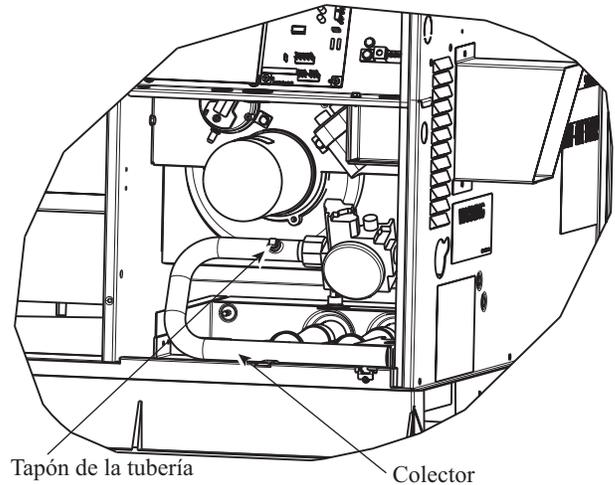

Fig. 11 – Conjunto del quemador
2. Retire el tapón de la tubería del múltiple (consulte la Fig. 11) y conecte el manómetro. Active el suministro de gas de la unidad.
4. Desactive todo el suministro de gas de la unidad. Quite el manómetro de la toma de presión y vuelva a colocar el tapón de la tubería en la válvula de gas. (Consulte la Fig. 11). Active el gas hacia la unidad y compruebe si hay fugas.